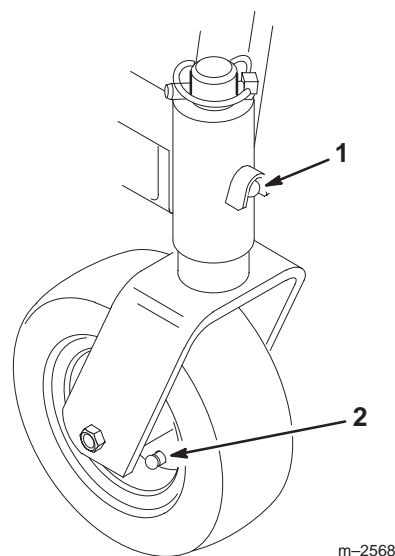

Figure 26
2. Lubrifiez les graisseurs des tubes de montage du bâti porteur et des roues pivotantes (Fig. 26).